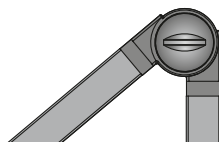

Fig. 3: Articolazione e vite dell'articolazione.
- ▶ Nel caso di un'apparecchio d'illuminazione con giunti: stringere tutte le viti del giunto finché l'apparecchio d'illuminazione non rimane bloccato nella posizione desiderata, vedi Fig. 3.